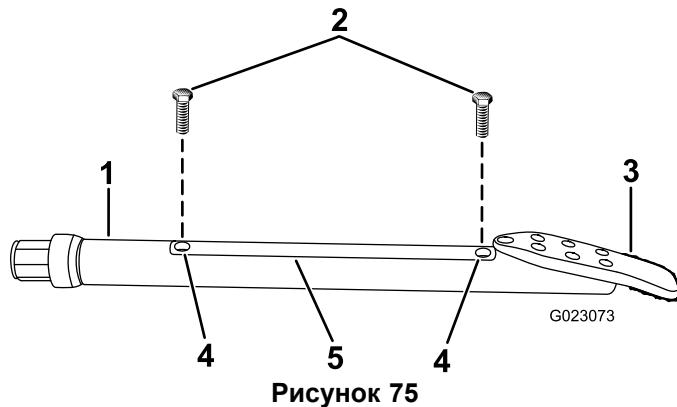

Рисунок 75
- Ослабьте винты крепления крышки корпуса и снимите крышку (Рисунок 75)
- Установите крышку корпуса и закрепите ее винтами (Рисунок 75).